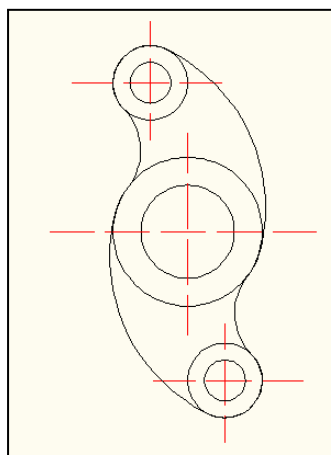

Figure 4 : questions f
- f. À partir de quoi construit-on un volume d'**Extrusion** sur Autocad ? nous voulons convertir les lignes et les arcs des courbes fermées de la Figure 4 en une surface, quel outil faut il utiliser ?